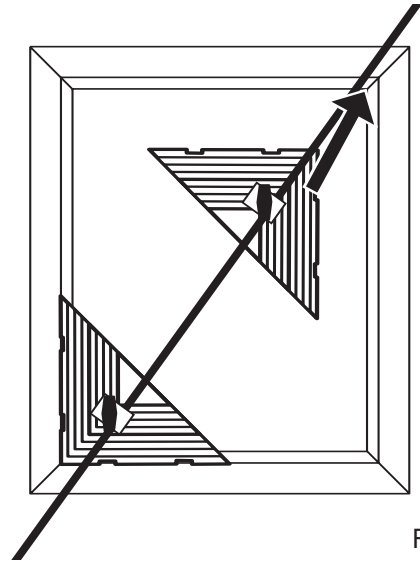

Fig. 3
**Étape 1** – Desserrez les molettes de réglage des deux triangles d'alignement et glissez le triangle A dans l'angle inférieur gauche du cadre en prenant soin que les bords du triangle d'alignement s'adaptent bien dans l'angle du cadre. Serrez fermement la molette (mais sans excès). (Fig. 3).
**Schritt 1** - Lösen Sie die Einstellknöpfe auf beiden Ausrichtungsdreiecken und schieben Sie Dreieck A in die untere rechte Ecke des Rahmens. Achten Sie dabei darauf, dass die Kanten des Dreiecks ganz in die Rahmenecke geschoben werden. Ziehen Sie den Knopf fest (nicht überziehen). (Abb. 3)
**Procedura 1** – allentare le manopole di regolazione sui due triangoli di allineamento e far scorrere il triangolo A verso l'angolo inferiore sinistro della cornice facendo attenzione che i bordi del triangolo coincidano perfettamente con l'angolo della cornice. Serrare la manopola perché tenga (non serrarla eccessivamente) (Fig. 3).
**Paso 1:** afloje los botones de ajuste en ambos triángulos de alineación y deslice el Triángulo A hacia la esquina inferior izquierda del marco cuidando que los bordes del triángulo de alineación se ajusten perfectamente a la esquina del marco. Ajuste el botón hasta que quede firme, sin excederse. (Fig. 3).